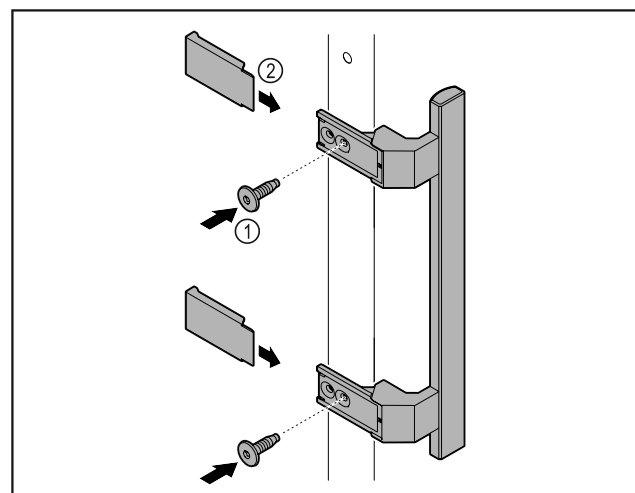

Fig. 5
- Madlo z příloženého příslušenství upevněte na dveře pomocí příložených šroubů Fig. 5 (1).
- Nasadte krytky Fig. 5 (2).